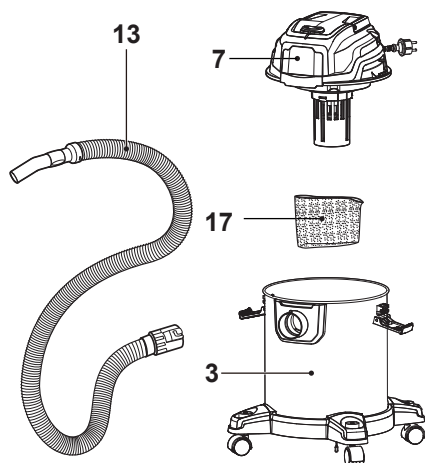

Fig. 4 Aspiração húmida
- com a manga de espuma (17) para aspiração húmida (Fig. 4).